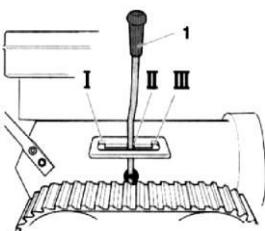

Рисунок 2
- Для машин с гусеничным ходом - установите регулирующий рычаг (рис. 2, поз. 1) в позицию II.
- Ослабьте гайки (2) с обеих сторон машины.
- Затяните положья гайками (2) так, чтобы они одновременно касались земли.